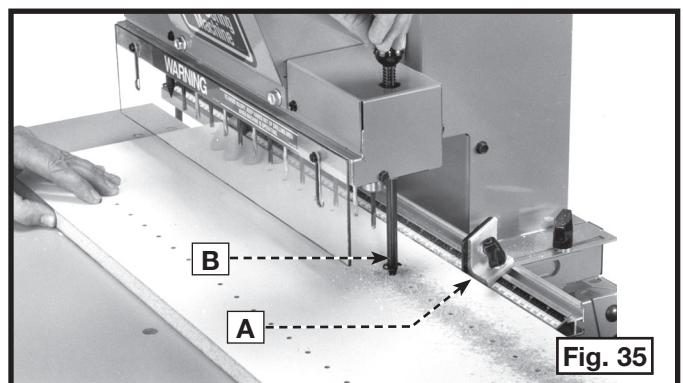

Fig. 35
2. Si plus de 13 trous sont nécessaires, faites glisser la pièce le long du guide et poussez sur le boulon index (B), fig. 35, jusqu'à ce que la pointe du boulon soit dans le dernier trou percé précédemment. Cela alignera la pièce pour la série de trous suivante. Remarquez que la butée de guide (A) a été repoussée en arrière pour mettre la pièce tout contre le guide.